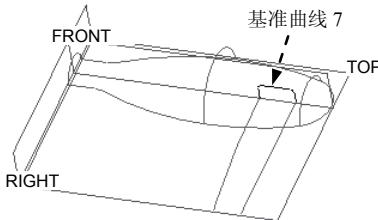
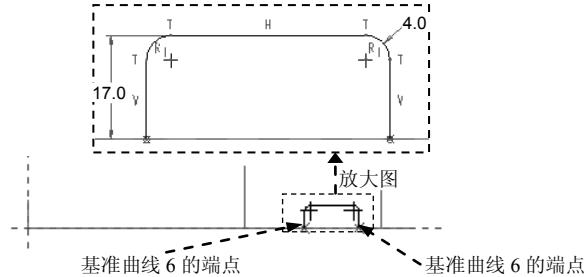

图 6.7.23 创建基准曲线 7
图 6.7.24 截面草图
Step14. 创建图 6.7.23 所示的基准曲线 7。
- (1) 单击“草绘基准曲线”按钮.
- (2) 定义草绘截面放置属性：设置 FRONT 基准平面为草绘面；采用默认的草绘视图方向；RIGHT 基准平面为草绘平面的参照，方向为**右**；单击**草绘**按钮。
(3) 接受默认草绘参照，再选取基准曲线 6 的端点为草绘参照，然后绘制图 6.7.24 所示的截面草图，完成后单击 按钮。